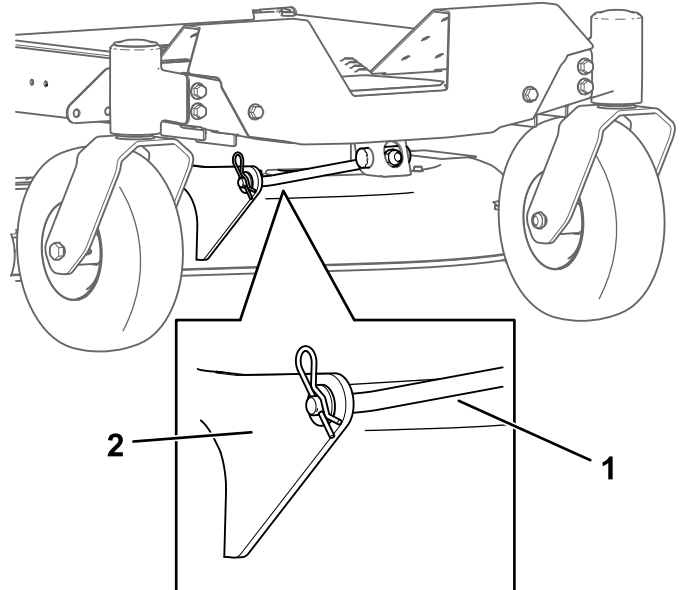

Figure 73
4. Retirez la goupille fendue de la tige de support avant et déposez la tige du support de tablier (Figure 73).
- Fixez la tige de support avant au tablier de coupe à l'aide de l'axe de chape et de la goupille fendue (Figure 73).